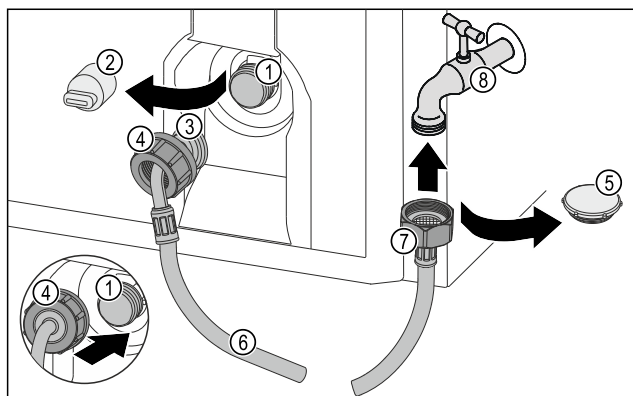

Fig. 45
- ▶ 顺时针拧紧软管直头 Fig. 45 (7) 上的螺母。
- ▶ 移除密封盖 Fig. 45 (5)。
- ▶ 将软管直头 Fig. 45 (7) 装在水龙头 Fig. 45 (8) 上。